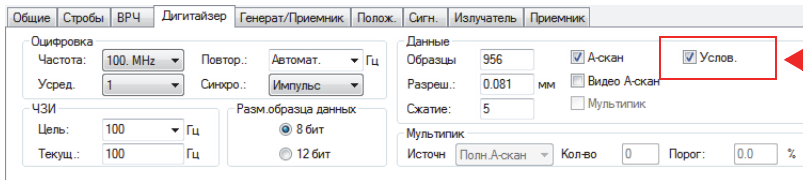

Рис. 4-53 Вкладка Дигитайзер
1. Откройте вкладку **Дигитайзер** окна **Настройки УЗ** и выберите **Условный**. См. Рис. 4-53 на стр. 154.